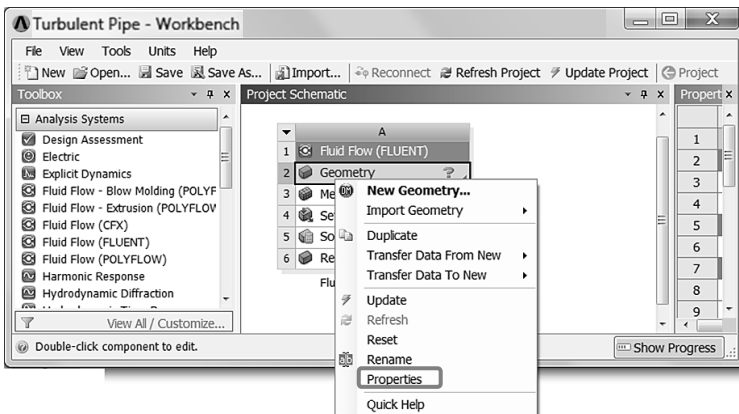

Рис. 2.4
- 4) В окне Project Schematic (окна Workbench) кликните правой кнопкой мышки на Geometry и выберите Properties, как показано на рис. 2.4. В правой части окна Workbench появится окно Property of Schematic.